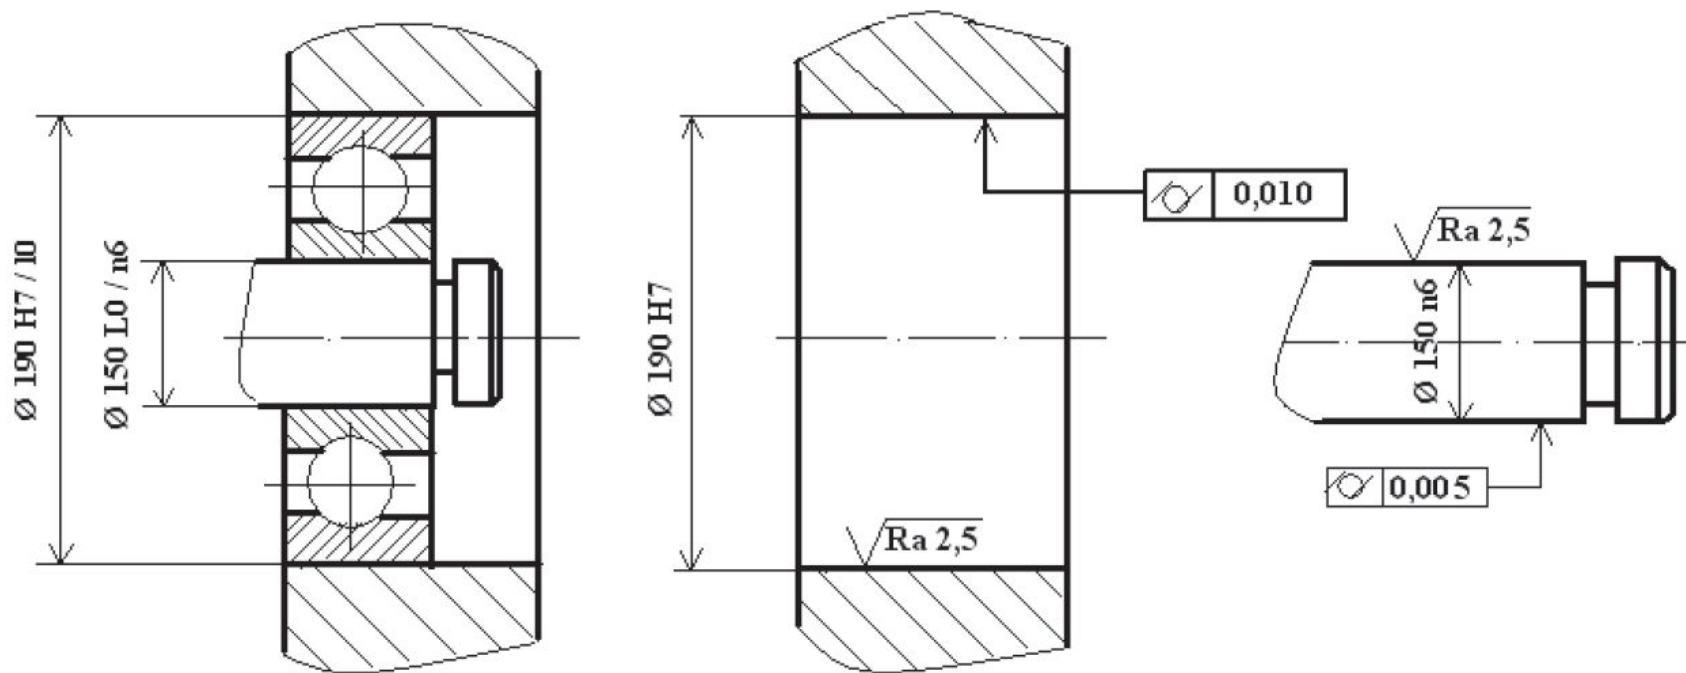

Рис. 2.5. Эскиз подшипникового узла и детали подшипникового соединения
9) Выполним чертежи деталей подшипникового соединения и сборочный чертеж (рис. 2.5).